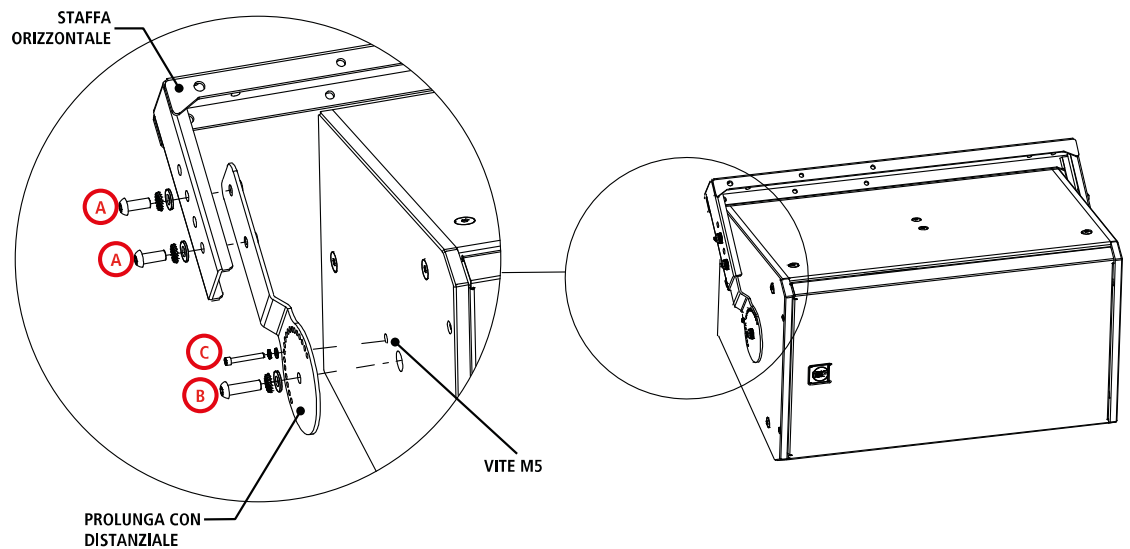

Fig. 2
2. Fissare le prolunghe alla staffa (solo per i modelli che le prevedono) utilizzando le 2 viti M10x25 **A**, ciascuna con 1 rondella piana e una rondella dentata (Fig. 2).
5. Stringere la vite centrale M10x40 (o M8x45 per i diffusori 6" e 5") **B** sui fori centrali superiore e inferiore del diffusore, ciascuna con 1 rondella piana e una rondella dentata (Fig. 2).